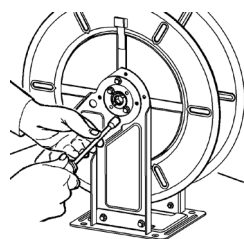

FIG 3
3. On spring side, loosen the two screws of the spring linkage shaft by a 10 mm wrench. Fig.3.
3. På fjädersidan lösgörs de två skruvarna som håller styrullearmen. Använd en 10 mm fast nyckel. Fig.3.
- On spring side, loosen the two screws of the spring linkage shaft by 10 mm wrench. Fig. 3.
- På fjädersidan lösgörs de två skruvarna som håller styrrullearmen. Använd en 10 mm fast nyckel. Fig. 3.